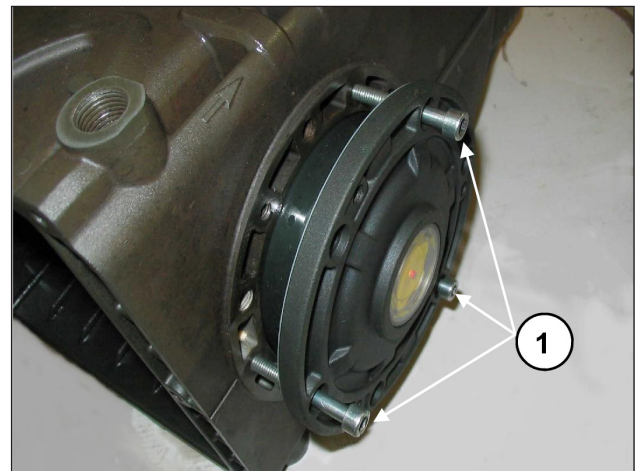

Abb. 8
Um das Einführen des ersten Abschnitts und das Einsetzen der Deckel am Gehäuse zu erleichtern, sollten Sie 3 Schrauben M6 x 40 mit Teilgewinde (Abb. 8, Pos. ①) zu Hilfe nehmen und den Vorgang dann anhand der mitgelieferten Schrauben (M6x18) abschließen.
Prüfen Sie nach Einbau der kompletten Gruppe (Flansch auf Schauglasseite + Welle + Flansch auf Motorseite), dass das Reibmoment der Welle - bei nicht verbundenen Pleueln - in einem Bereich zwischen min. 4 und max. 7 Nm liegt. Für das Annähern der beiden Seitendeckel an das Gehäuse können Sie zunächst 3 Schrauben M6x40 für eine erste Ausrichtung verwenden, wie in Abb. 8 angegeben, und dann die für die endgültige Befestigung vorgesehenen Schrauben. Das Reibmoment der Welle (bei verbundenen Pleueln) darf 8 Nm nicht übersteigen.